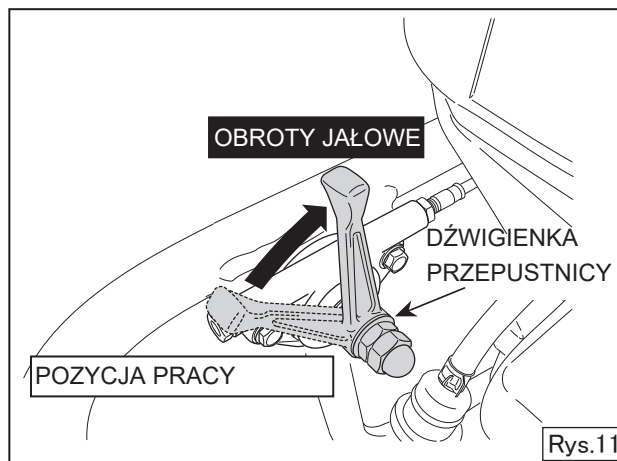

Rys.10
1. Przetaw dźwigenkę przepustnicy z pozycji obrotów jałowych do pozycji pracy i ubijak zacznie pracować. (Rys. 10)